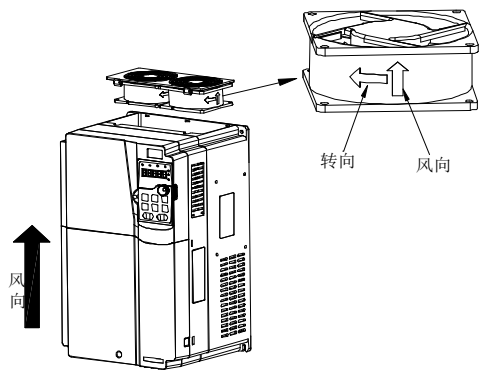

图 10-1 机器风扇维护
- 步骤5 将新的冷却风扇装入变频器内；并按照相反的顺序将风扇电缆插入线夹，装好变频器，请注意风扇的风向与变频器风向保持一致，如图 10-1 所示。